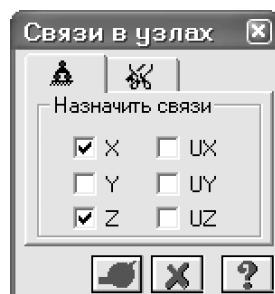

Рис.8.7. Диалоговое окно
- С помощью пункта меню **Схема ⇒ Связи** (кнопка  на панели инструментов) вызовите диалоговое окно **Связи в узлах** (рис.8.7).